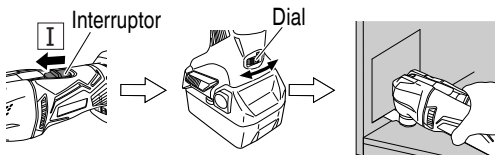

Fig. 10
1. Encienda la unidad y utilice el dial para ajustar la velocidad de la herramienta de aplicación. (Fig. 10)
2. Coloque con suavidad la herramienta de aplicación sobre el material y mueva la herramienta de aplicación hacia delante a un ritmo en el que el movimiento no sea ralentizado. (Fig. 10)